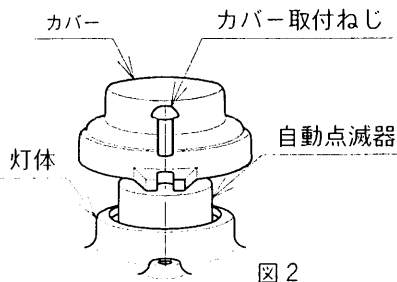

図2
●コンクリート柱に取付する場合（φ190～φ350まで）（図2）
- ② 自動点滅器のカバーを外してください。（図2）